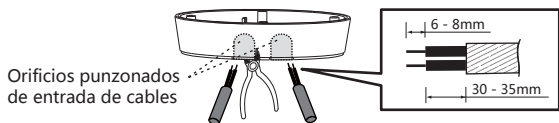

FIG.14
- Para pasar los cable de alimentación a través de los orificios utilice unos alicates para romper los orificios punzonados del lateral del accesorio y pase los cables a través de ellos. Pele 6 - 8mm de cable para realizar la conexión (Ver FIG.14).